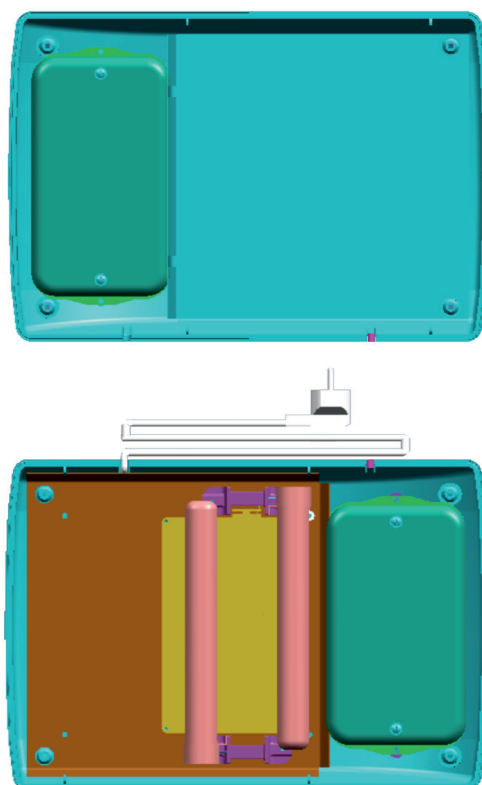

Рис.4
- снять панель переднюю. Положить рядом, параллельно задней панели рециркулятора (рис. 4).